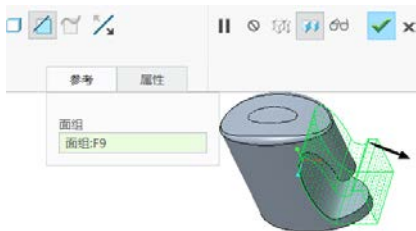

图 7-142 切口实体化操作
④ 选择面组2，接着单击“实体化”按钮，打开“实体化”选项卡。
⑤ 在“实体化”选项卡中单击“切口”按钮，确保刀具操作方向如图7-142所示。